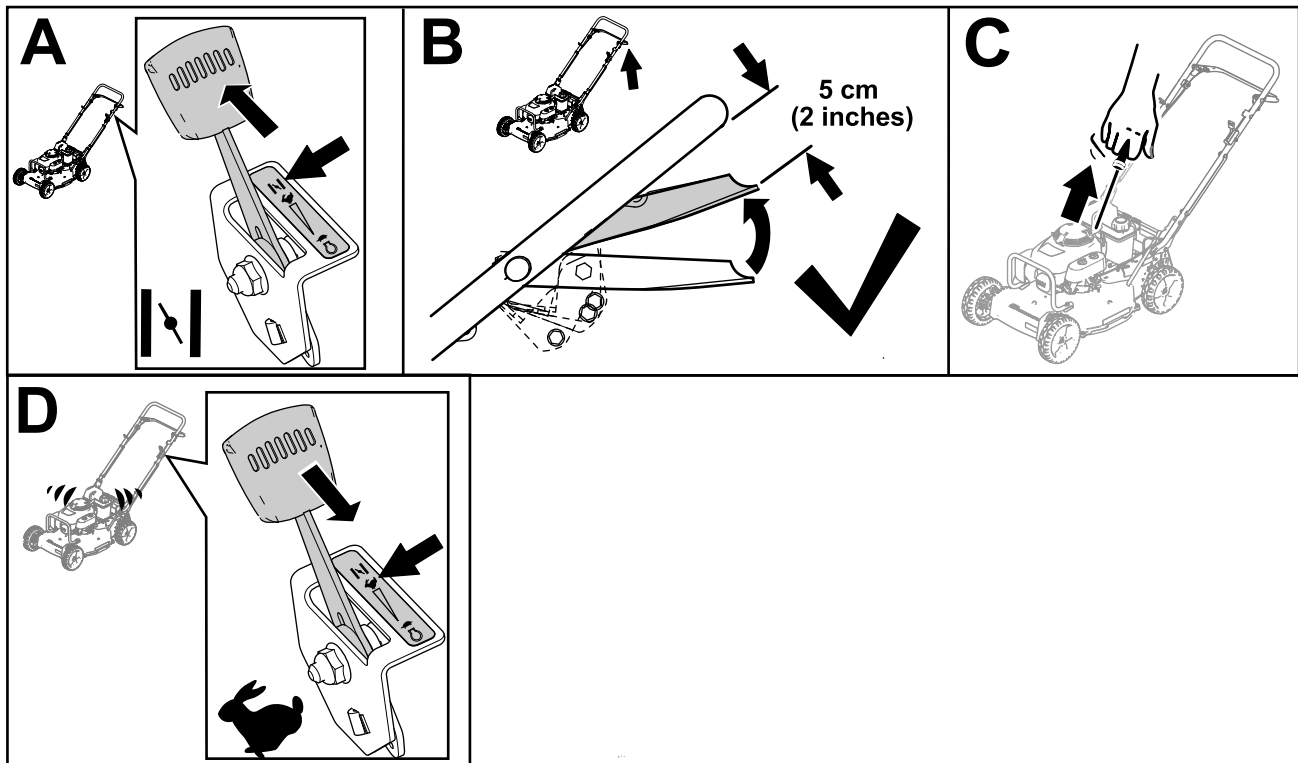

Figura 15
3. Mueva la palanca de control del acelerador a la posición de ESTÁRTER (Figura 15, A).
4. Sujete la barra de control de la cuchilla en la posición de marcha/cambio, unos 5 cm (2") por debajo del manillar (Figura 15, B).
5. Tire suavemente del arrancador hasta que note resistencia, luego tire con fuerza (Figura 15, C).
6. Cuando el motor arranque, mueva la palanca de control del acelerador a la posición de RÁPIDO (Figura 15, D).
Nota: Cierre la válvula de combustible moviendo la palanca de la válvula de combustible (Figura 15) a la **izquierda** a menos que vaya a volver a arrancar el motor en breve.